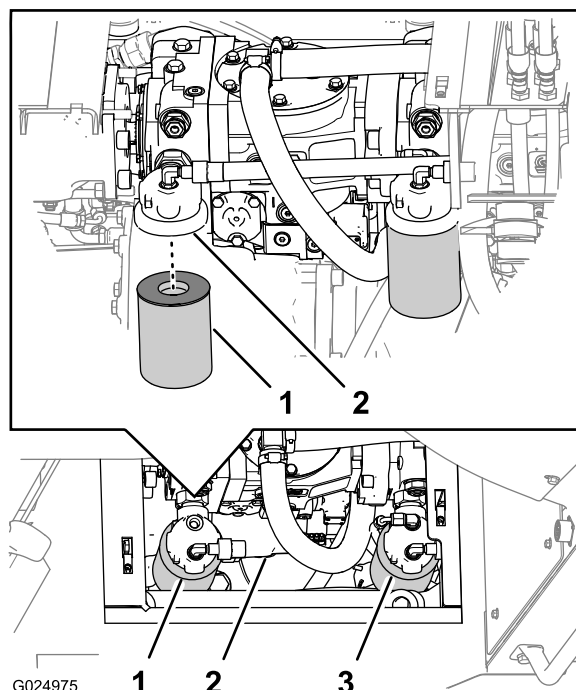

Рисунок 111
Примечание: Доступ к фильтру линии нагнетания гидросистемы осуществляется с правой стороны машины, за баком гидросистемы (Рисунок 111).
- Подставьте емкость под фильтр линии нагнетания гидросистемы (Рисунок 111).
- Поверните фильтр линии нагнетания гидросистемы против часовой стрелки и снимите его (Рисунок 111).